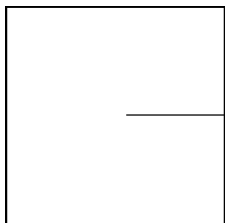

图 7-13 选定的多段线
(1) 【闭合/打开】：该选项可以使所编辑的多段线闭合或打开，若所编辑的多段线是闭合状态，则此选项变为【打开 (O)】，可以重新打开多段线；若所编辑的多段线是打开状态，则此选项变为【闭合 (C)】，可以闭合多段线。
(2) 【合并 (J)】：将直线、圆弧或多段线添加到开放的多段线的端点，并从曲线拟合多段线中删除曲线拟合。要将对象合并至多段线，其端点必须接触。
(3) 【宽度 (W)】：为整个多段线指定新的统一宽度。可以选择【编辑顶点】选项，利用【宽度】选项修改线段的起点宽度和端点宽度，如图 7-13 和 7-14 所示。